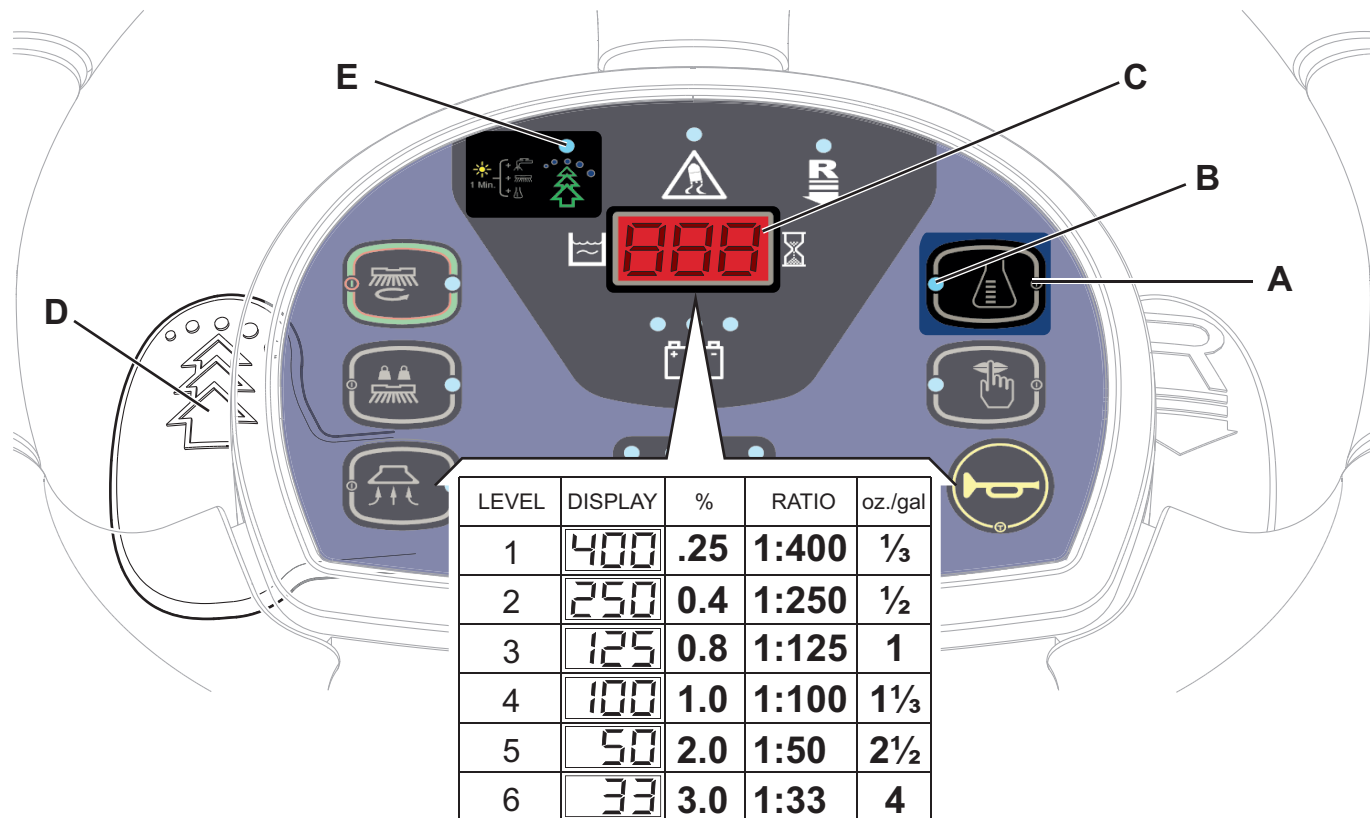

Abbildung 4
Zum Einschalten der Anlage für die Zumischung von Reinigungsmittel zum Wischwasser Einstelltaste Reinigungsmittelanteil (A, Abb. 4) betätigen: bei leuchtender LED (B) wird das Reinigungsmittel zum Waschwasser hinzugegeben.
1. Einstelltaste des Reinigungsmittelanteils (A) deaktivieren [die LED (B) muss aus sein].
2. Einstelltaste Reinigungsmittelanteil (A) gedrückt halten, bis die LED (B) zu blinken beginnt.
3. Taste (A) loslassen. Schalter erneut kurz betätigen, um zur nächsten auf der Anzeige (C) angegebenen Konzentration gemäß Tabelle auf Abbildung 4 zu gelangen. Schalter sofort betätigen, bis die gewünschte Einstellung erreicht ist.
4. Warten, bis die LED (B) aufhört zu blinken: Die neue Konzentration ist eingestellt.
Hebel EcoFlex (D, Abb. 4) immer dann nach oben ziehen, wenn kurzfristig eine größere Reinigungskraft benötigt wird. Durch Anheben des Hebels (D) [LED (E) blinkt] wird mehr Reinigungslösung abgegeben, die Funktion Extra-Anpressdruck Bürsten wird aktiviert und (bei Geräten mit EcoFlex™-Anlage) die Reinigungsmittelkonzentration in der Lösung wird erhöht (ferner wird die Reinigungsmittelzumischung, sofern deaktiviert, automatisch aktiviert). Wird der Hebel (D) erneut nach oben gezogen, werden die vorherigen Einstellung wieder aktiviert [LED (E) leuchtet].